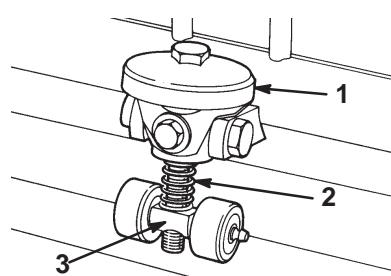

図15
1. カッティングユニットをトラクションユニットから外して平らな作業台の上に載せ、ベッドナイフ調整ノブを左に回して、リールとベッドナイフの接触を完全になくす（図15）。
2. リールの一端部で、ベッドナイフとの間に前方から乾いた新聞紙片を差し入れる。リールを手でリールをゆっくり回しながら、(レンチを使って)調整ノブを1ノッチずつ締めてゆく(図15)。新聞紙がはさまれ、引き抜くのに軽い抵抗を感じるように調整する。